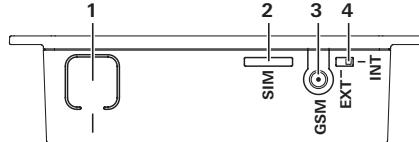

Bild 2 – Ansicht oben
Taste (Bild 2 – 1) für mindestens 20 Sekunden drücken. Ein kurzes Aufblitzen der blauen LED signalisiert – Geräte gespeichert und Rücksetzen erfolgt.
- Taste (Bild 2 – 1) ca. 1 Sekunde drücken.